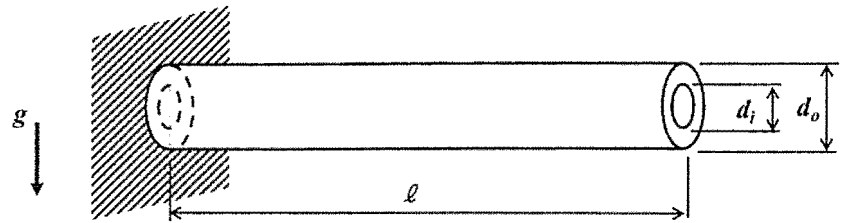

図2
- (2) 図2のような長さ ℓ [m] の円柱（内径 d_i [m]、外径 d_o [m]）の片持ちばりを考える。このはりの密度 μ [kg/m³]、重力加速度 g [m/s²] としたときについて、以下の問いに答えよ。